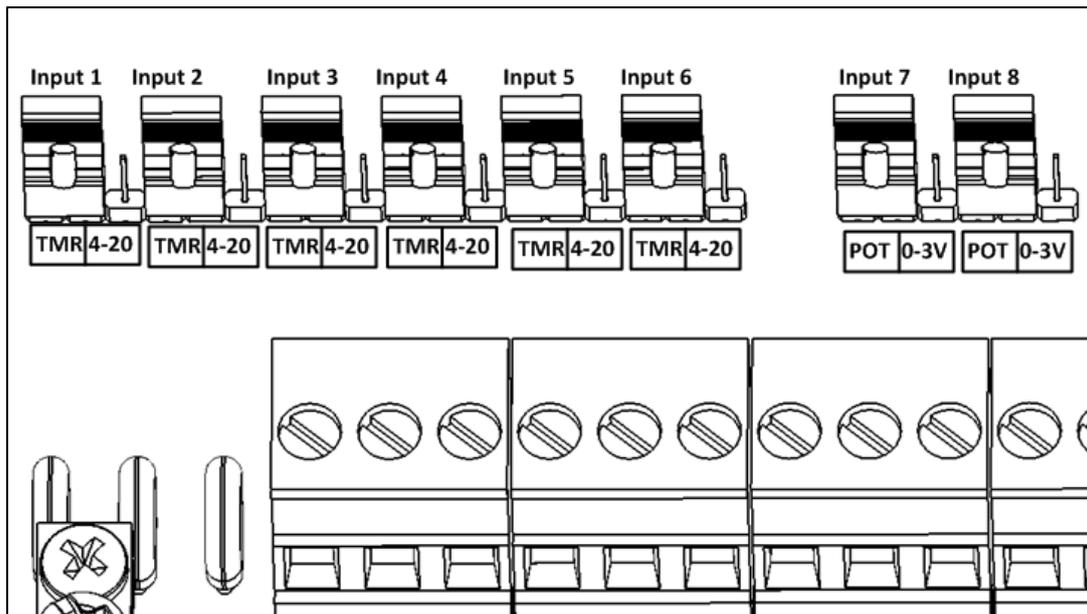

Figura 14: Posições dos jumpers
- Figura 14: Posições dos jumpers, página 103